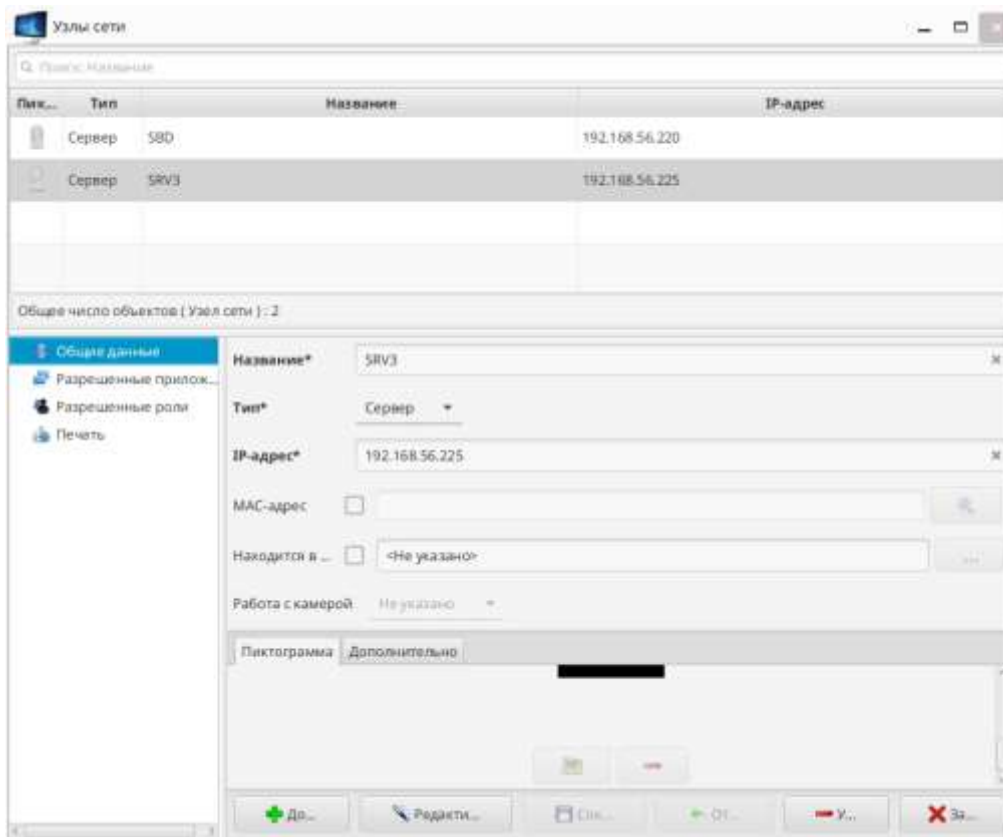

Рис. 152
1) в главном меню выбрать пункт «Система» → «Узлы сети» (Рис. 152);